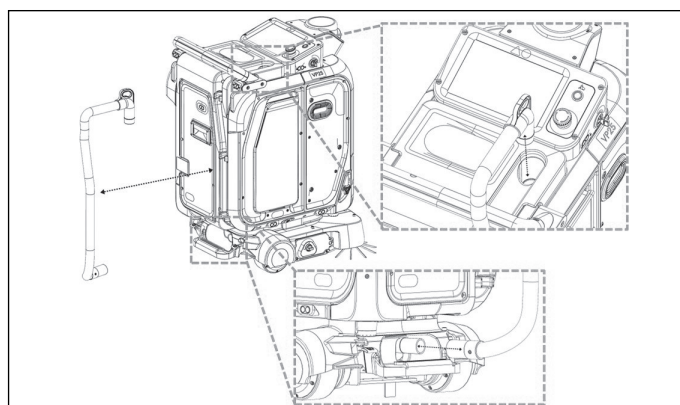

Figure 74
1. Retirez le tuyau d'aspiration (**25**) (**Fig. 5**) en retirant les deux raccords du robot, en gardant un chiffon à portée de main en cas de déversement de poussière (**Fig. 74**). Soulevez le bas du tuyau au-delà du guidon (**15**) (**Fig. 3**) pour le retirer de la machine.